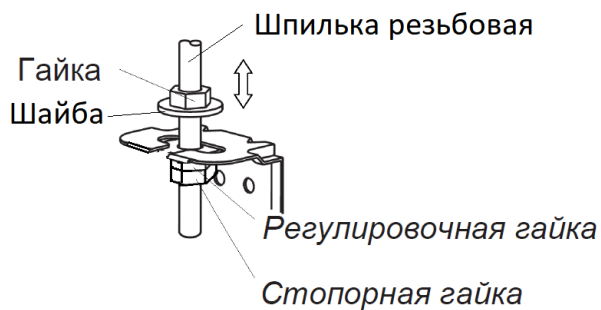

Рис.2.14
- ✓ Внутренний блок монтируется к потолку с помощью 4-х резьбовых шпилек и анкеров (рис.2.14)